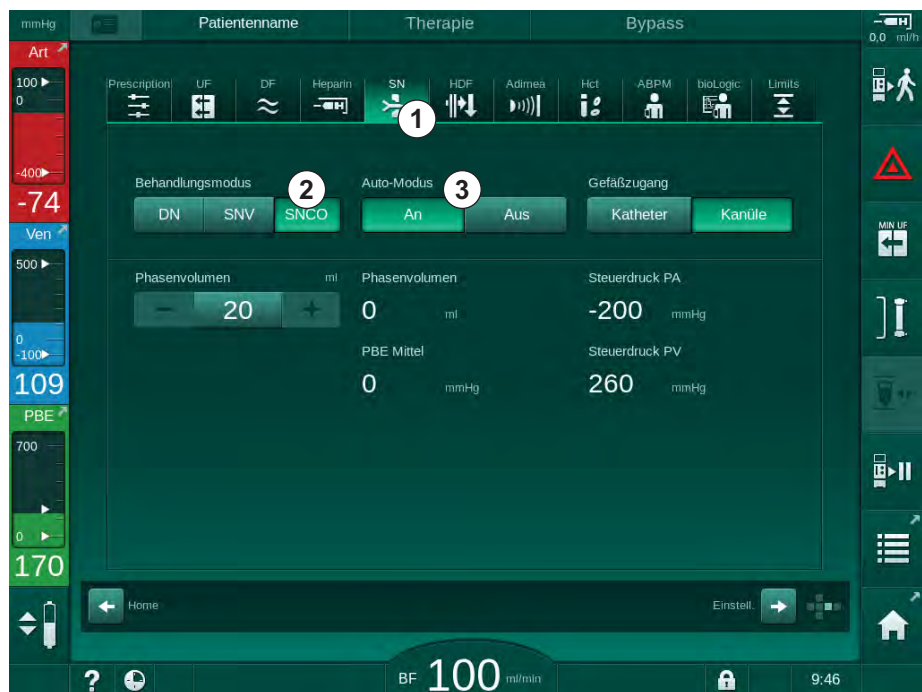

Abb. 9-1 Zur Single-Needle-Cross-Over-Therapie wechseln
2. Icon *SN* berühren (Abb. 9-1, ①).